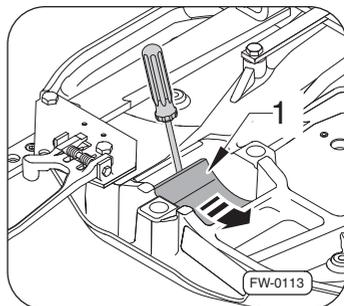

Рис. 39 · Замена опоры
2. При помощи отвертки отожмите вкладыши подшипников ⇒ рис. 39, –стрелка 1– из кармана подшипника.